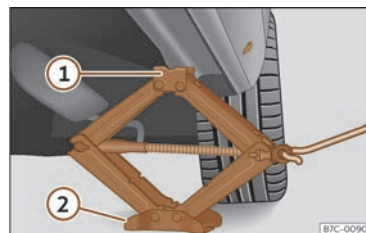

Fig. 244 Traversa: montarea cricului pe autovehicul.
- Rotiți manivela cricului, amplasată sub punctul de ridicare pe cric, pentru a ridica până când canelura ① >>> fig. 244 ajunge sub punctul special prevăzut.
- Aliniați cricul astfel încât suportul ① să se „prindă” de carcasa prevăzută pe transversă și placa de bază mobilă ② să se așeze pe sol. Placa de bază ② trebuie să fie pe verticală față de punctul de sprijin ①.